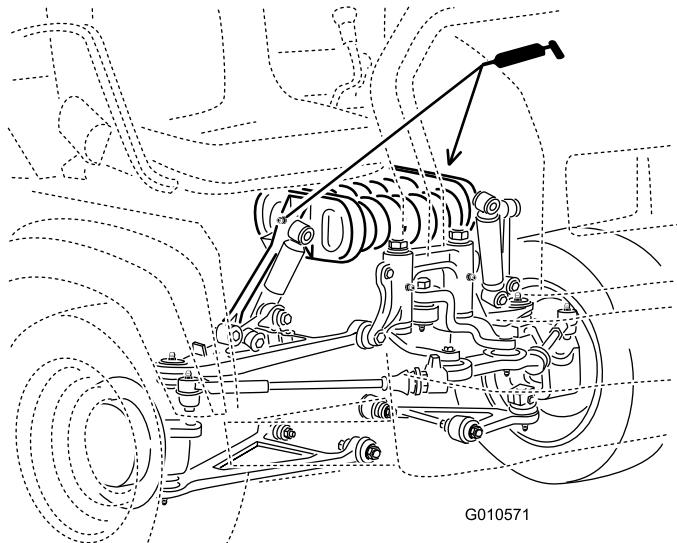

Figura 39
- Torre de mola (2) (Figura 39)